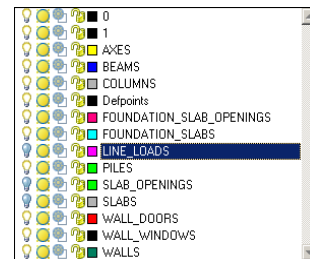

Рис.12.10.1. Список слоёв
- В списке слоёв (рис. 12.10.1) отключите отображение слоев SLAB, LINE_LOADS, SLAB_OPENINGS.